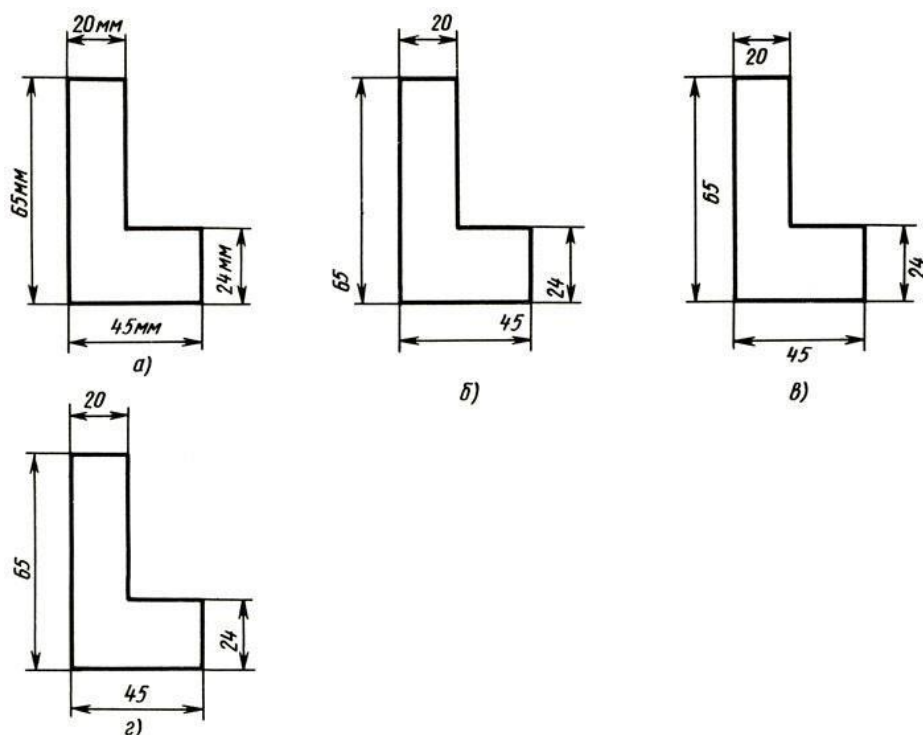

Рисунок 2
2. Определите, на каком чертеже правильно записаны размерные числа? (рисунок 2)